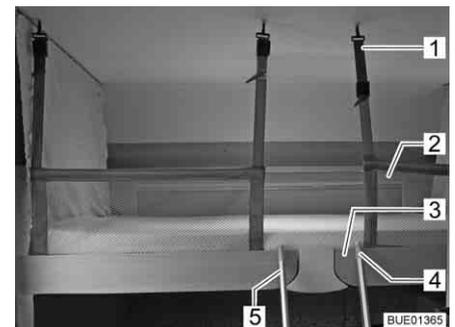

Bild 116 Hubbett mit aufgespanntem Sicherungsnetz
Sicherungsnetz Das Sicherungsnetz (Bild 116,2) mit den Sicherungsgurten liegt im Hubbett unter der Matratze. Das Sicherungsnetz erst aufspannen, wenn sich die Personen bereits im Hubbett befinden.
- Die Sicherungsgurte (Bild 116,1) in die Haken an der Decke einhängen.
Aufstiegsleiter Das Hubbett nur über die beigelegte Aufstiegsleiter (Bild 116,5) besteigen.
- Aufstiegsleiter (Bild 116,5) mit den beiden Bügeln (Bild 116,4) in die Griffleiste (Bild 116,3) am Hubbett einhängen.
- Aufstiegsleiter (Bild 116,5) aus der Griffleiste (Bild 116,3) am Hubbett aushängen.